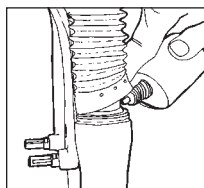

Fig. 5
1. Sollevare il parapolvere della forcella dai tubi inferiori. Pulire le superfici esterne e l'area della guarnizione Resi-wiper e del tubo superiore. Applicare da due a tre gocce di olio addizionato al teflon ai tubi superiori all'altezza della guarnizione Resi-wiper. (Vedere Fig. 5).